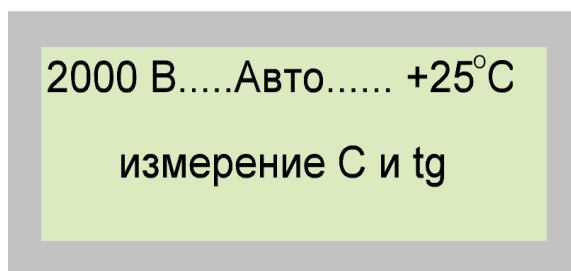

Рис.8
2.4.10 В случае успешного тестирования на экране появится изображение меню «ИЗМЕРЕНИЕ C и tg» (рис.8). По достижению температуры масла предустановленным T1, T2 будет подано высокое напряжение и выполнено измерение.